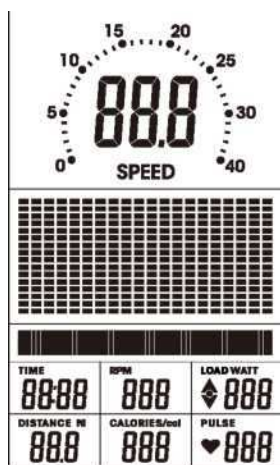

Figure 1
1. Branchez l'alimentation de la console ou maintenez le bouton RESET enfoncé pendant deux secondes. Tous les segments s'afficheront sur l'écran LCD et l'appareil émettra un bip pendant deux secondes, puis 78.0 s'affichera dans la partie inférieure de l'écran (FIGURES 1 et 2).